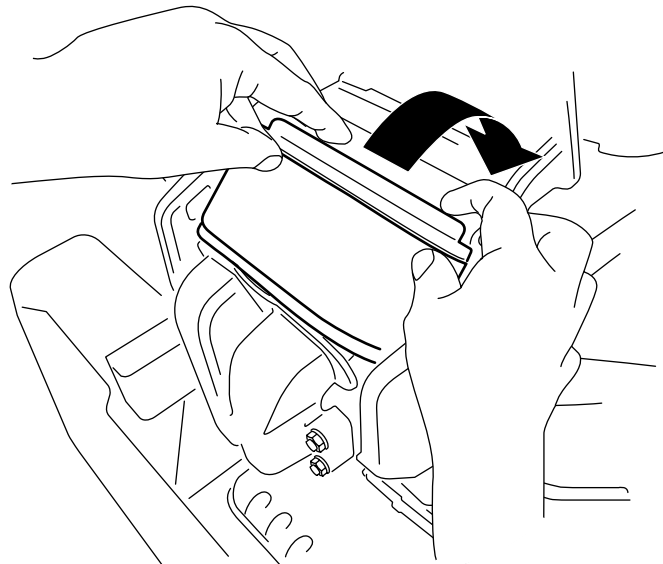

図 36
3. フィルタを下にねじ込むようにしてマニホルドに密着するように取り付ける **図 36**。